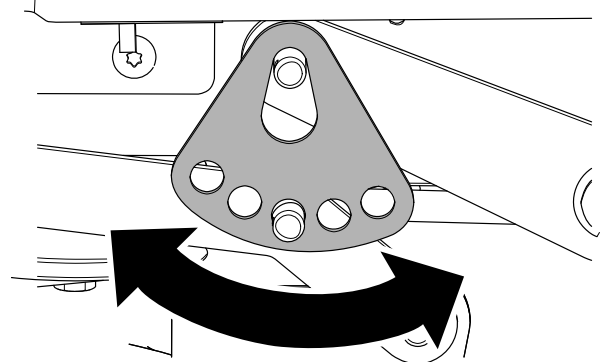

Figure 69
7. Tournez la plaque de hauteur de coupe à un trou différent pour que le poids du tablier de coupe soit soutenu après l'installation de la plaque (Figure 69).
8. Installez la rondelle et la goupille fendue (Figure 69).